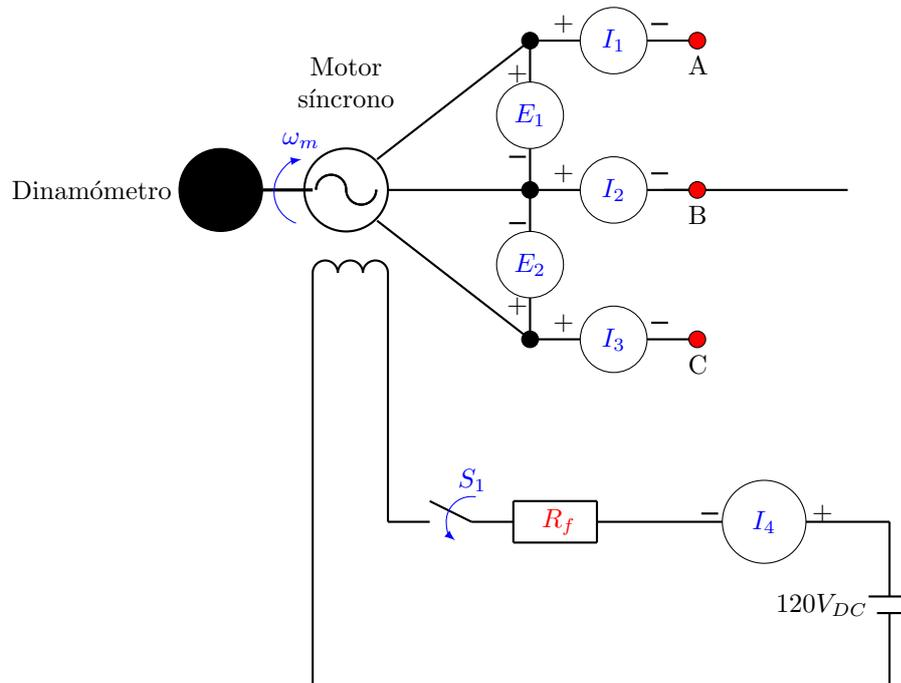

Figura 34: Representación del circuito en la máquina síncrona obtener las curvas "V".
- Ponga a trabajar la máquina síncrona como motor en vacío (carga en el eje cero, es decir $\tau = 0 N.m$), como se muestra en la figura 34.